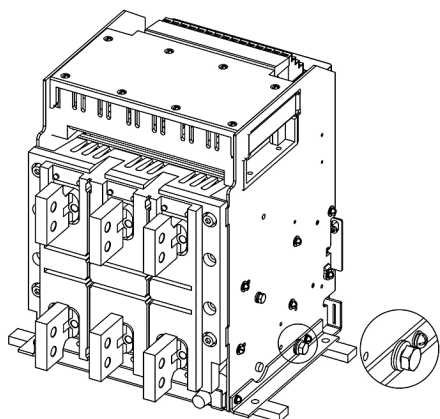
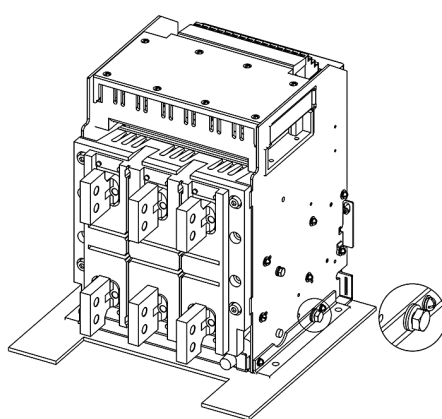

Рисунок 27
Рисунок 28
4.10.3.3 Установить корзину выключателя на направляющие (рисунок 27), либо монтажную поверхность (рисунок 28), расположенные в распределительном шкафу, и затянуть ее четырьмя винтами M8.